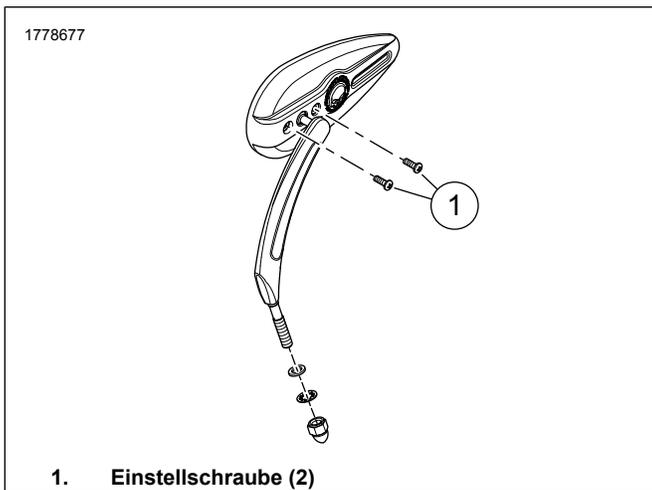

Abbildung 4. Schrauben zur Einstellung der Spannung der Schwenkelemente
1. Siehe Abbildung 4. Die Spannung der Schwenkelemente einstellen.
- a. Die Einstellschrauben (1) schrittweise festziehen. Festziehen.